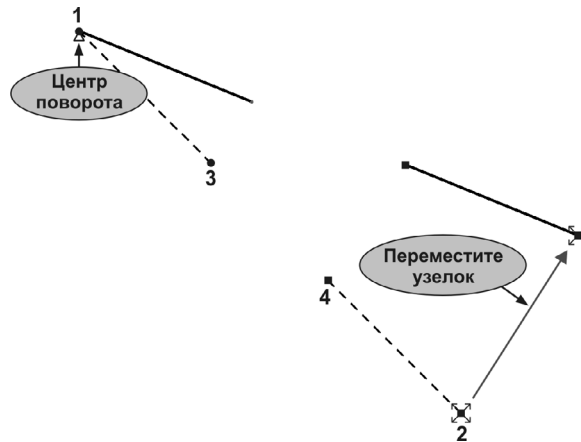

Рис. 59.65.
1.1. Выделите отрезок 4–2 и перетащите характерную точку 2 в направлении, показанном на рис. 59.65.